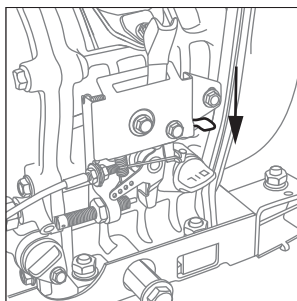

Рис. 12
В аварийной ситуации для остановки двигателя генератора переведите выключатель двигателя в положение «СТОП» (рис. 12).
4. Переведите рычаг регулятора в положение «СТОП» (рис. 12).